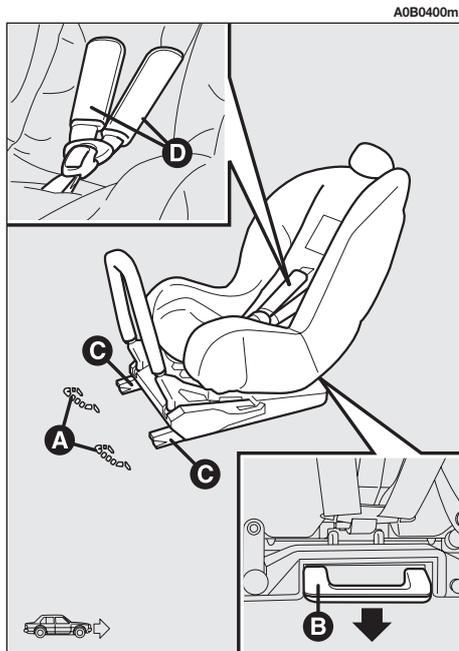

fig. 57
Per i bambini nel gruppo di peso **0, 0+** il seggiolino è rivolto all'indietro (per bambini fino a 13 kg di peso) ed il bambino è mantenuto dalle cinture dei seggiolini (**D-fig. 57**).
- assicurarsi che la leva di sgancio (**B-fig. 57**) sia in posizione di riposo (rientrata)